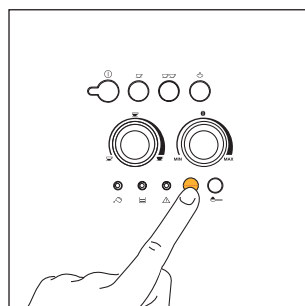

Fig. 14
1) Se tirar uma chávena de café curto (inferior a 60cc) logo depois de ligar a máquina, utilize a água quente do enxaguamento para pré-aquecer as chávenas (consulte o conselho no par. 4.3 ponto 5). Se, porém, decorrerem mais de 2/3 minutos após a preparação do último café, antes de tirar novamente um café é necessário pré-aquecer o infusor premindo a tecla  (fig. 14). Deixe que a água flua para a pingadeira subjacente ou utilize esta água para encher (e